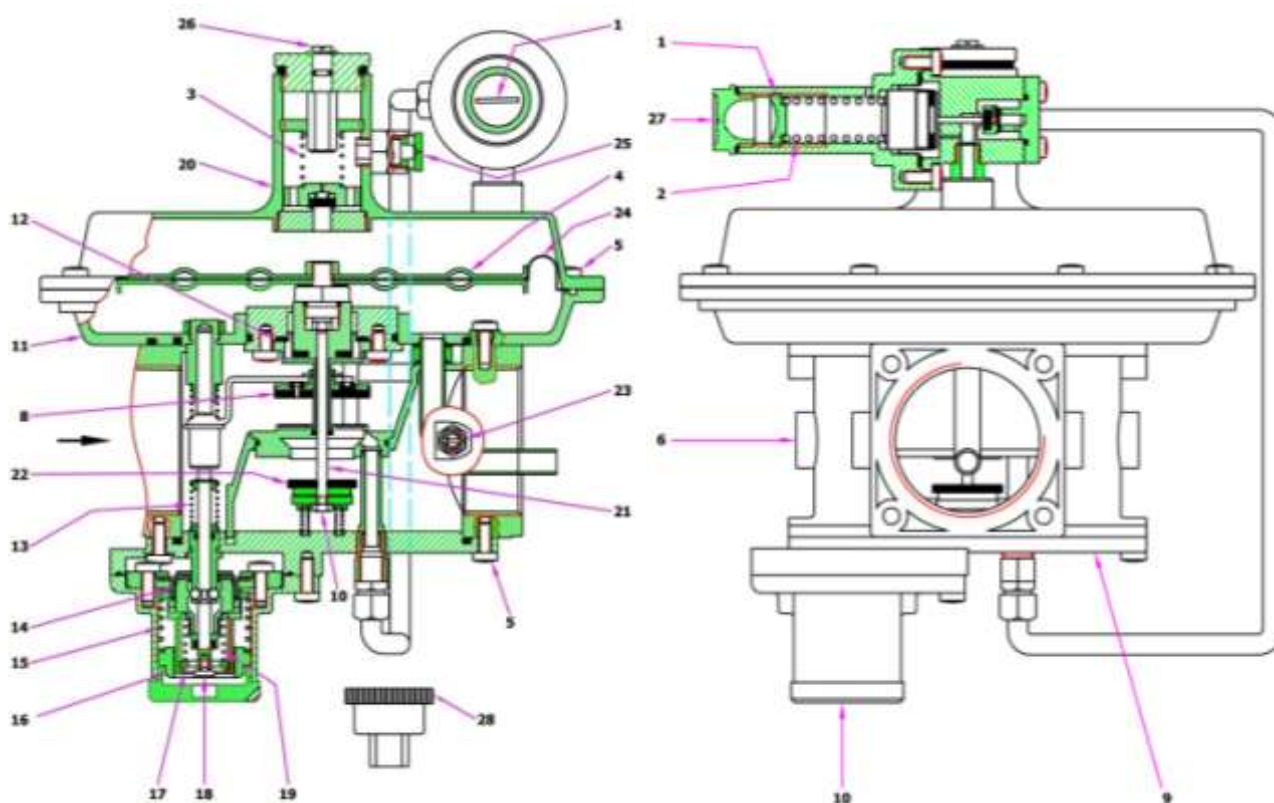

Рис.2
Регулятор (рис. 2) состоит из: защитный колпачок (регулятор) (1); регулировочный винт выходного давления (2); пружина настройки выходного давления (3); импульсная трубка выходного газопровода (4); корпус (5); рабочий клапан (6); винты фиксации нижней панели (7); уплотнительное кольцо (8); нижняя панель (9); гайка фиксирующая рабочий клапан (10); седло (11); штуцер измерения давления на выходе (12); отсечной клапан (13); компенсационная мембрана (14); диск мембраны (15); рабочая мембрана (16); пружина сбросного клапана (17); сбросной патрубок G ¾" (18); винт настройки сбросного клапана (19); раструб (20); кран (21); пружина настройки отсечного клапана по избыточному давлению (22); защитный колпачок отсечного клапана (23); регулировочный винт отсечного клапана по избыточному давлению (24); рычаг взвода отсечного клапана (25); винт настройки отсечного клапана по недостаточному давлению (26); пружина настройки отсечного клапана по недостаточному давлению (27); кнопка байпаса (28); ключ для настройки (29).